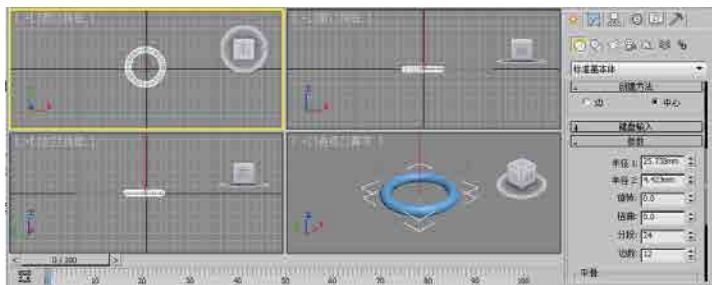

图3-9
- 04 单击左键，完成圆环形体的创建，其创建效果与参数面板如图3-9所示。